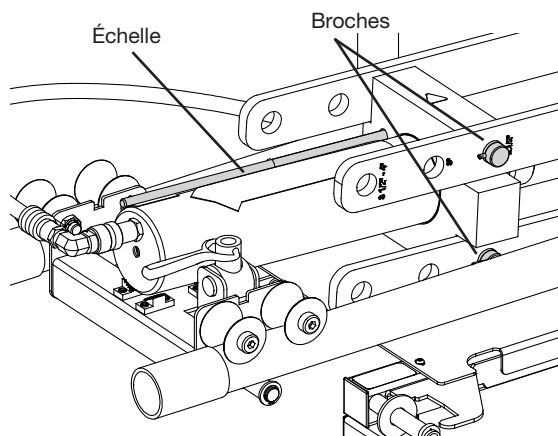

Figure 3
7. Enfiler le vérin entre les fourches de raccordement en orientant sa graduation vers le côté étrier/opérateur du chariot et le fixer à l'aide de broches dans la position du conduit 2-1/2 po sur les fourches. (Fig. 3)